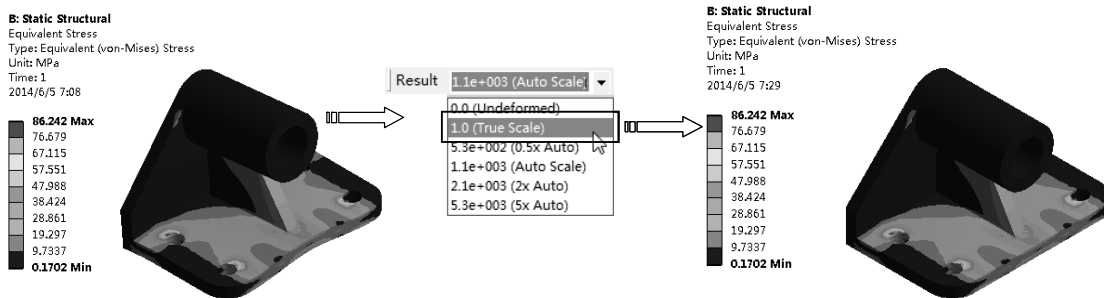

图 5-81 应力云图
3) 应力云图。在【Outline (分析树)】中选择【Solution (B6)】节点，单击其下的【Equivalent Stress】项  Equivalent Stress，在图形窗口显示出应力云图。选择【Result】工具栏上的【1.0 (True Scale)】项，可真实显示应力云图，如图 5-81 所示。